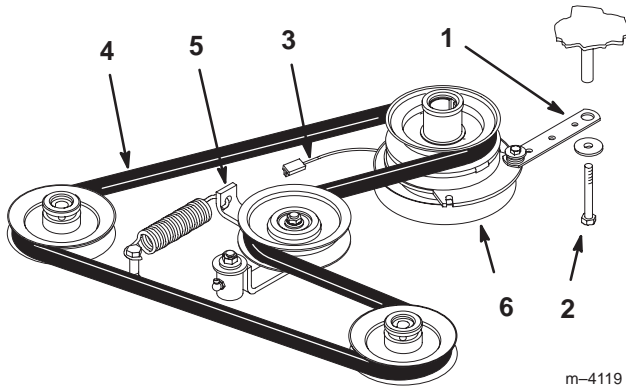

Figure 66
2. Enlevez le boulon de la barrette de l'embrayage et débranchez le fil de l'embrayage électrique (Fig. 66).
- Écartez la poulie rappelée par ressort. Déposez la courroie de transmission des poulies du moteur et de la pompe hydraulique (Fig. 66).
- Installez la courroie neuve sur les poulies du moteur et de la pompe hydraulique (Fig. 66).
- Écartez la poulie rappelée par ressort, alignez la courroie, puis relâchez la poulie (Fig. 66).